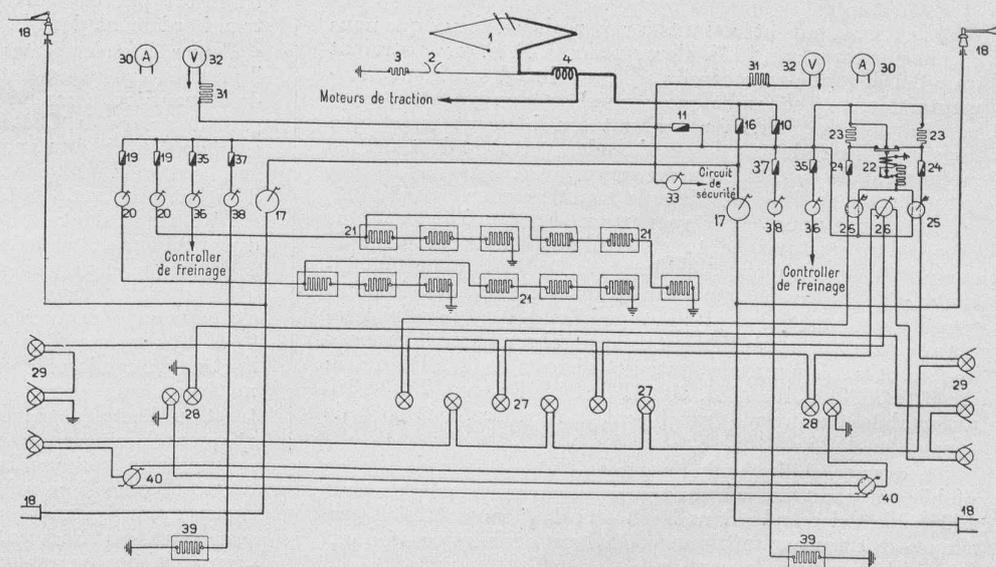

Fig. 19. — Schéma des connexions du circuit d'éclairage et de chauffage.
L'installation d'éclairage de la voiture est alimentée directement par le courant de ligne. Les deux circuits séparés comportent chacun six lampes connectées en série, comprenant trois lampes du compartiment à voyageurs, qui brûlent en permanence, tandis que les trois autres lampes (phares et lampes de cabine) peuvent être connectées à volonté au moyen de commutateurs (voir fig. 19). Chacun des circuits d'éclairage comporte une résistance auxiliaire, mise en ou hors circuit par un relais *pos. 22*, quand l'automotrice passe d'une tension de ligne à l'autre. Le relais est réglé de façon à introduire les résistances dans le circuit lorsque la tension dépasse 660 volts. De cette manière la tension par lampe ne tombe pas au-dessous de 80 volts, ni ne dépasse 114 volts. Les interrupteurs, commutateurs et coupe-circuits du circuit d'éclairage sont disposés sur un tableau, fixé à la paroi postérieure de la cabine I et protégé par une caisse fermée. L'éclairage des remorques est
Le circuit de chauffage comprend deux circuits de six radiateurs de 700 watts et 250 volts chacun. Chaque circuit comporte deux groupes de trois radiateurs en série, connectés en parallèle (voir fig. 19). Cette disposition permet d'obtenir deux degrés de chauffage correspondant à 125 watts/m3 (1 circuit) et 250 watts/m3 (2 circuits).